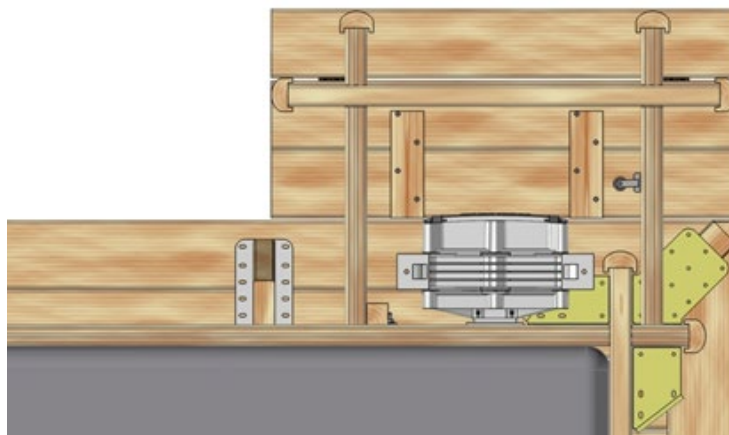

Figure 60 – Vue du dessous – Position du coffre
Posez au sol contre le bassin aux endroits précis où elles doivent se positionner (Figure 60) les deux lames de 626 cm (1) qui constituent les largeurs du coffre, puis emboîtez aux angles la lame de 905 cm (3) qui constitue la longueur. Montez les rangs suivants en vérifiant régulièrement l'équerrage des angles et le niveau des parois. Veillez à ce que les lames soient complètement emboîtées les unes dans les autres. Finir par les lames 2 et 5.